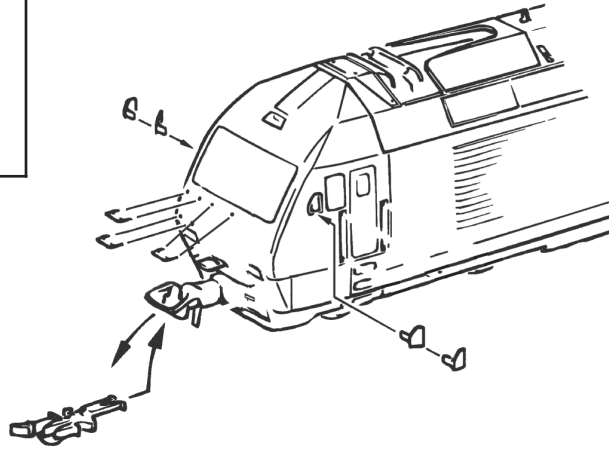
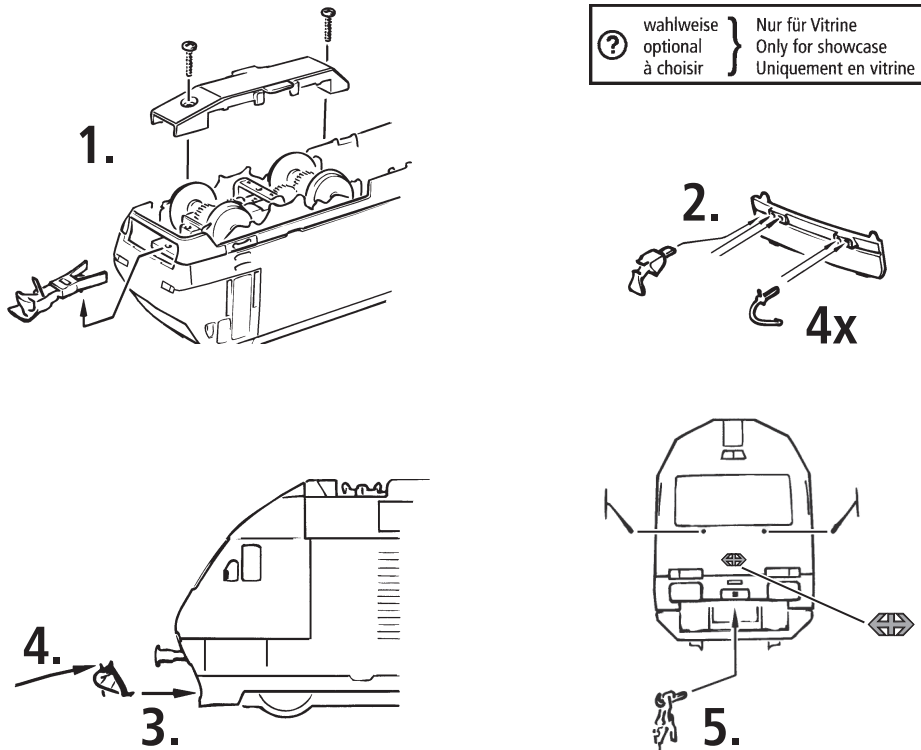

Fig. 4
Fig. 5
**Mehrzugbetrieb:** Zuerst Lokgehäuse abnehmen (Fig. 4). Danach den Brückenstecker aus der Schnittstelle entfernen (diesen sorgsam aufbewahren). Danach den Stecker des Steuerbausteins lagerichtig einsetzen (siehe Fig. 7).
**2. Schmierung:** Versehen Sie die im Schmierplan in Fig. 5 gekennzeichneten Stellen mit nur **kleinen Öltropfen**. Dazu zuerst das Lokgehäuse abnehmen (Fig. 4). Für die regelmäßige Schmierung der Radachsen empfiehlt es sich, zuerst mit größter Sorgfalt den Getriebedeckel abzunehmen. Die dafür notwendige Vorgehensweise wird in Fig. 8 grafisch dargestellt. Wir empfehlen den ROCO **Öler Art.-Nr. 10906**. Fürs Schmieren der Getriebeteile (Zahnräder, Schnecke) empfehlen wir das **ROCO-Spezialfett Art.-Nr. 10905**. Im Falle der Schmierung diese Teile **nicht ölen**.
**4. Kohlebürstenwechsel:** Lokgehäuse abnehmen (Fig. 4). Danach wird der Motor ausgebaut und die Kohlebürsten ausgewechselt (Fig. 9).
**2. Lubrication:** Apply **tiny oil drops** to spots marked in fig. 5. Prior to lubrication dismantle locomotive (fig. 4). We recommend using item no. **10906, ROCO oiler**. For lubrication the gearparts (e.g. cogwheels, worm) we should recommend our ROCO **special grease** (item no. **10905**).
**4. Carbon Brush Changing:** First remove loco body (fig. 4), and then the motor (fig. 9).
### 2. Graissage: N'appliquez **qu'une toute petite goutte** aux endroits indiqués par le plan de graissage (fig. 5) après avoir démonté la caisse de la locomotive (fig. 4). Nous vous recommandons
**4. Remplacement des balais du moteur:** Démontez la caisse (voir fig. 4). Démontez ensuite le moteur et échangez le balais (fig. 9).